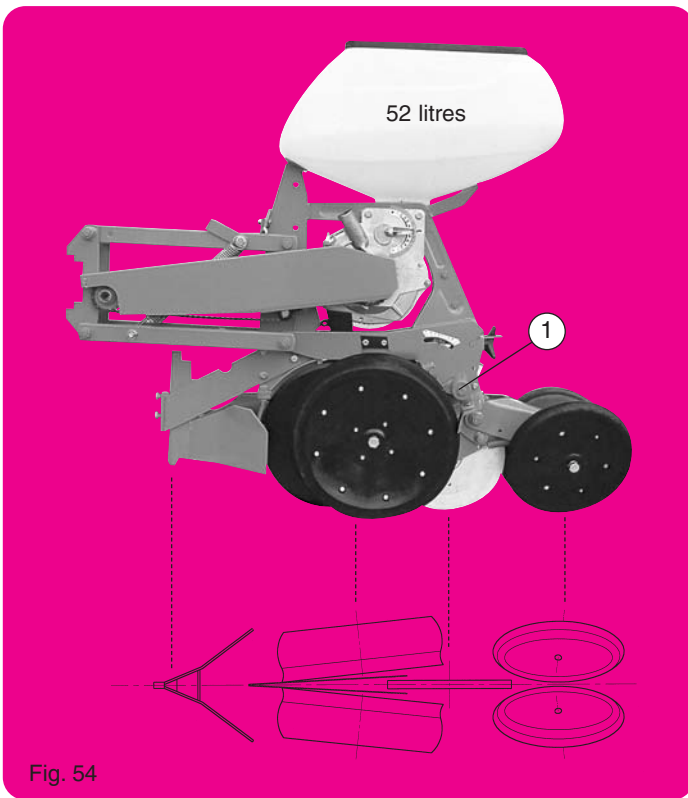

Fig. 54
- Semoir attelé, enlever les roues latérales de jauge avec les bras par les vis ① (fig. 54).
- With planter hitched, remove the side gauge wheels with arms by using the screws ① (fig. 54)
- Sämaschine ausheben, entfernen Sie die Schrauben ① - Fig. 54 und demontieren Sie die seitlichen Andruckrollen mit Armen.